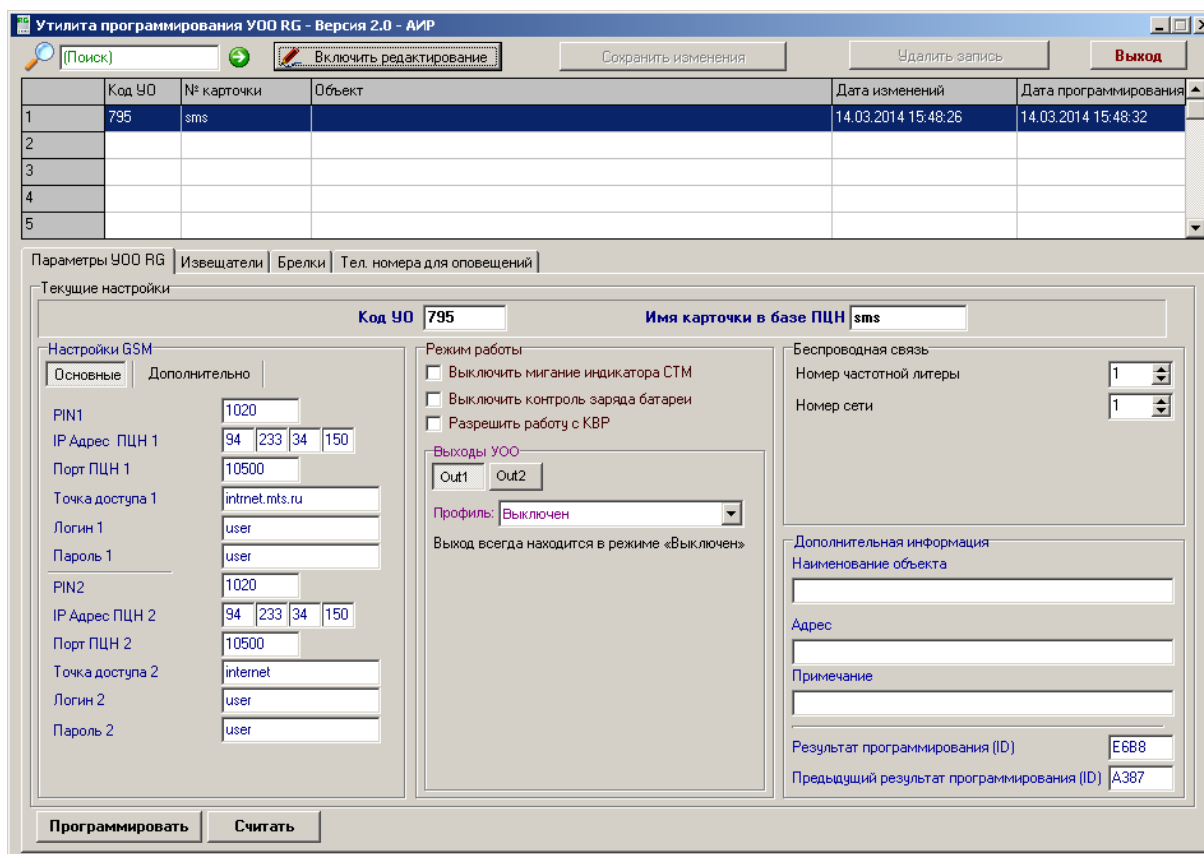

Рисунок 1. Окно конфигурационной программы «Prog_RG.exe».
6.4. На компьютере запустите утилиту «Prog_RG.exe» (рисунок 1).